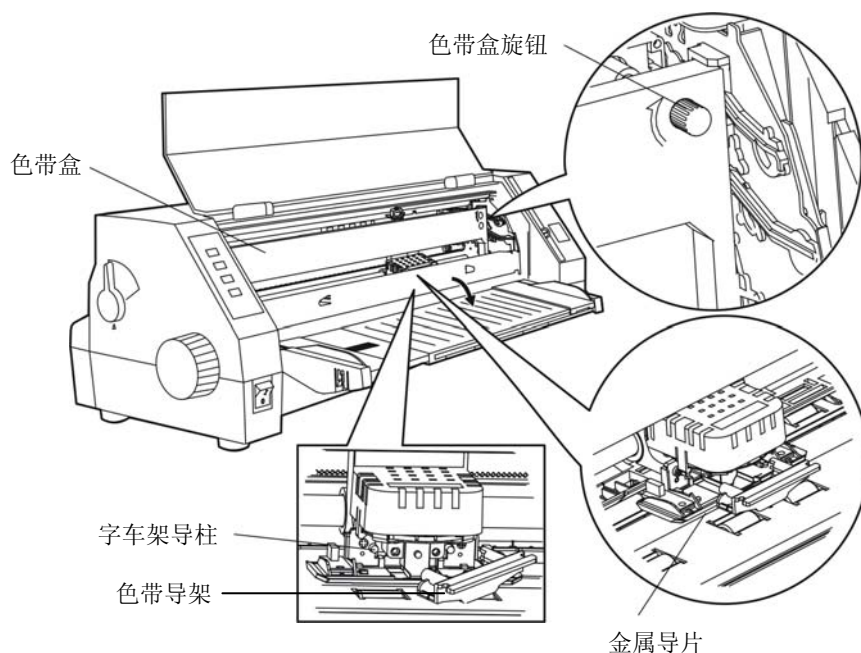

图 2-9 安装色带盒
7. 抓住色带盒的两边，如图 2-9 所示，使色带盒两边的卡扣对准打印机两侧的安装槽，稍用力向前推进，直到完全卡到位。然后将色带导架上的两个圆孔对准字车架上的两个导柱，按压到位。